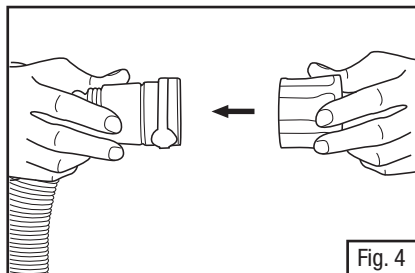

Fig. 4
**Nota para los usuarios de Arnés Premium S-950 (Capucha serie S-600/700/800):** La Cubierta de ajuste del flujo de aire S-955 se debe anexas al tubo de respiración antes de conectar el tubo a la entrada de aire del Arnés Premium S-950. Abroche la cubierta en su lugar en el extremo del QRS (pivote de liberación rápida) del tubo de respiración (extremo con el clip azul) como se indica en la Fig. 4. Observe que la cubierta de ajuste de flujo S-955 sólo se usa con el Arnés para la cabeza Premium S-950 y que no es compatible con los productos de la serie S-100, S-300, S-400 ó S-500. La cubierta S-955 puede instalarse y quitarse del tubo de respiración según sea necesario.